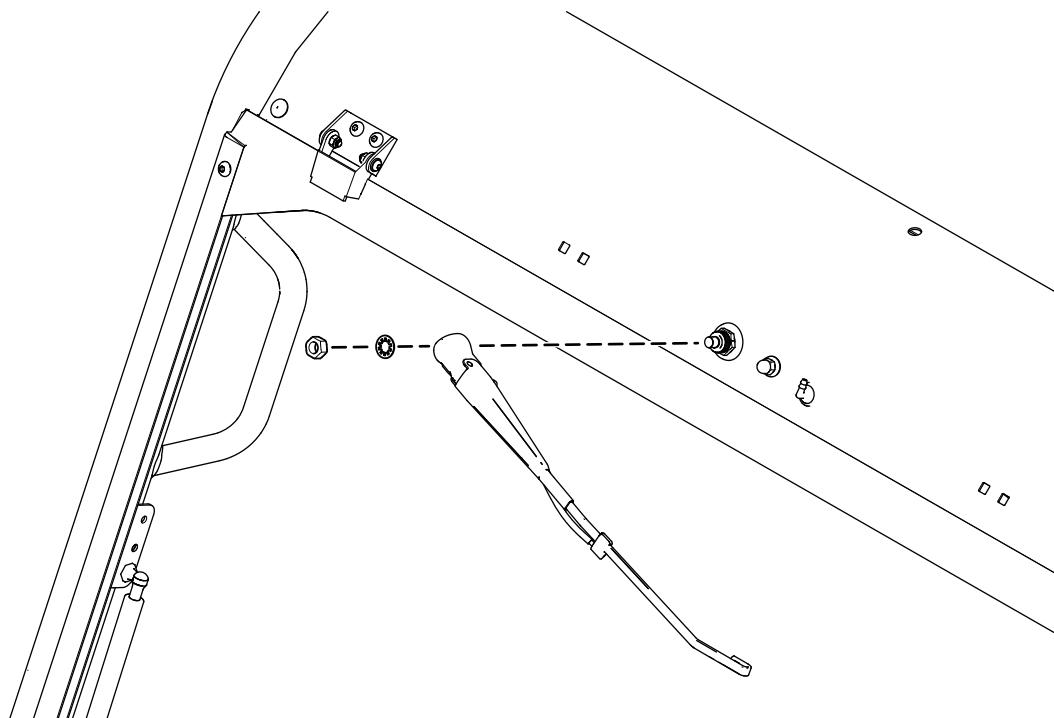

Рисунок 10
3. Удерживая конец рычага стеклоочистителя ветошью, прикрепите рычаг стеклоочистителя к электродвигателю, используя гайку и стопорную шайбу из узла электродвигателя (Рисунок 10).